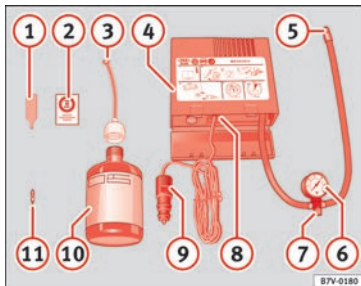

Fig. 69 Représentation standard : contenu du kit anticrevaison.
- Dévissez le capuchon et l'obus de la valve du pneu. Utilisez l'appareil » fig. 69 ① pour extraire l'obus. Placez-le sur une surface propre.
- Agitez fortement la bouteille de produit de colmatage des pneus » fig. 69 ⑩.
- Vissez le tuyau de gonflage » fig. 69 ③ sur la bouteille de produit de colmatage. Le plombage du goulot de la bouteille est automatiquement percé.
- Retirez le bouchon du tuyau de remplissage » fig. 69 ③, puis vissez l'extrémité ouverte du tuyau sur la valve du pneu.
- Placez de nouveau l'obus de valve sur la valve du pneu avec l'outil » fig. 69 ①.
- Vissez le tuyau de gonflage du pneu du compresseur » fig. 69 ⑤ sur la valve du pneu.
- Vérifiez si la vis d'évacuation d'air est serrée » fig. 69 ⑦.
- Branchez le connecteur » fig. 69 ⑨ à une prise de courant de 12 volts du véhicule » page 169.
- Raccordez le compresseur d'air au commutateur ON/OFF » fig. 69 ⑧.